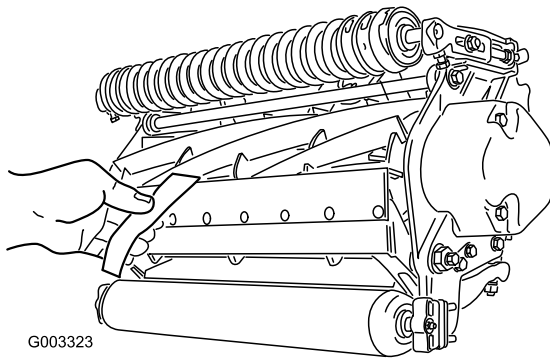
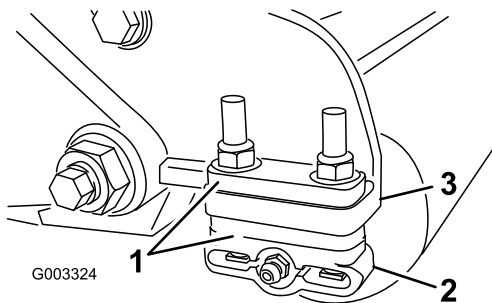

**Figura 8**
**Figura 9**
1. Coloque la máquina en una superficie de trabajo plana y nivelada. Asegúrese de eliminar el contacto con el molinete girando los tornillos de ajuste de la barra de asiento en el sentido contrario a las agujas del reloj (Figura 8).
**Importante:** Asegúrese de que las tuercas de los extremos de los tornillos de ajuste de la barra de asiento no están apoyadas en la superficie de trabajo (Figura 8).
3. En un extremo del molinete, inserte una tira de papel de periódico entre el molinete y la contracuchilla (Figura 9). Mientras gira el molinete lentamente hacia adelante, gire en el sentido de las agujas del reloj el tornillo de ajuste de la barra de asiento (Figura 8) en el mismo extremo del molinete, un clic a la vez, hasta que el papel quede ligeramente aprisionado cuando se inserta desde delante, paralelo a la contracuchilla. Se notará una ligera resistencia al tirar del papel.
5. Cuando termine el ajuste, compruebe si el molinete 'pellizca' un papel cuando se inserta desde delante, y si corta el papel cuando se inserta perpendicular a la contracuchilla (Figura 9). Debe ser posible cortar el papel con un contacto mínimo entre la contracuchilla y las cuchillas del molinete. Si se nota una resistencia excesiva del molinete, será necesario afilar o amolar la unidad de corte para conseguir los filos necesarios para un corte de precisión (consulte el Manual de afilado de molinetes de Toro (Sharpening Reel and Rotary Mowers, Impreso N° 80-300PT)).